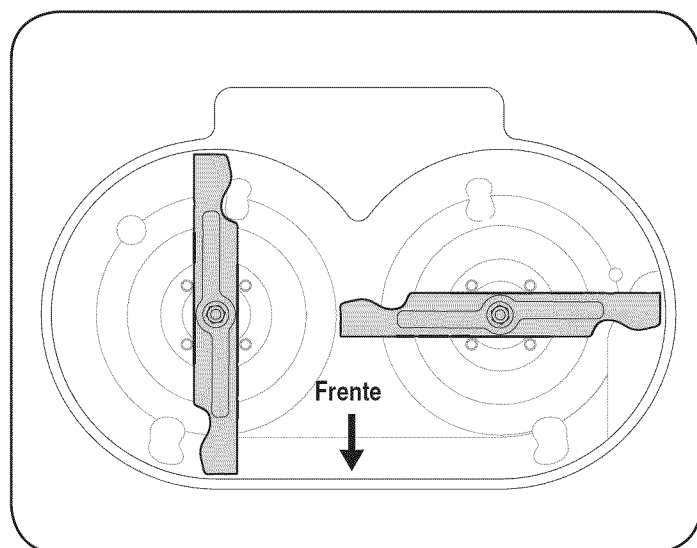

Figura 27
8. Antes de instalar una correa de sincronización de repuesto, se debe asegurar de ubicar las marcas de cada montaje de husillo de tal manera que las cuchillas queden perpendiculares entre sí, Figura 27.